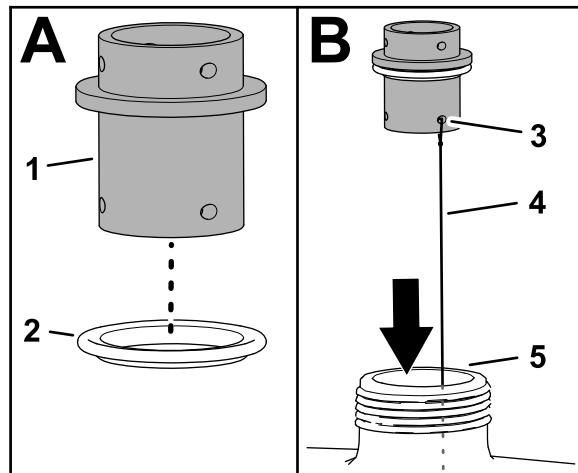
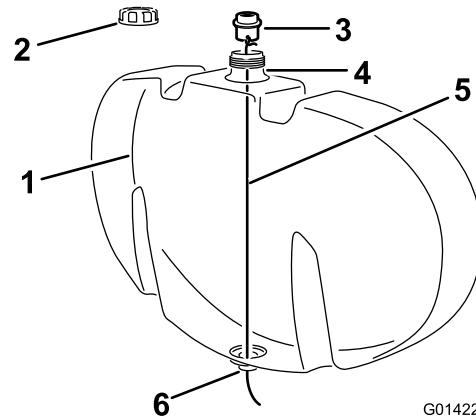

图5
图6
A. 如 图5 所示将空隙垫片安装到隔板接头上。
- B. 如 图5 所示将长度约为 122cm 的一条金属丝穿过隔板接头的其中一个固定叉孔。
- C. 如果已安装请从冲洗水箱取下盖子 图6。
D. 通过水箱加水口的开口将金属丝伸进去穿过水箱底孔。 图5 和 图6。